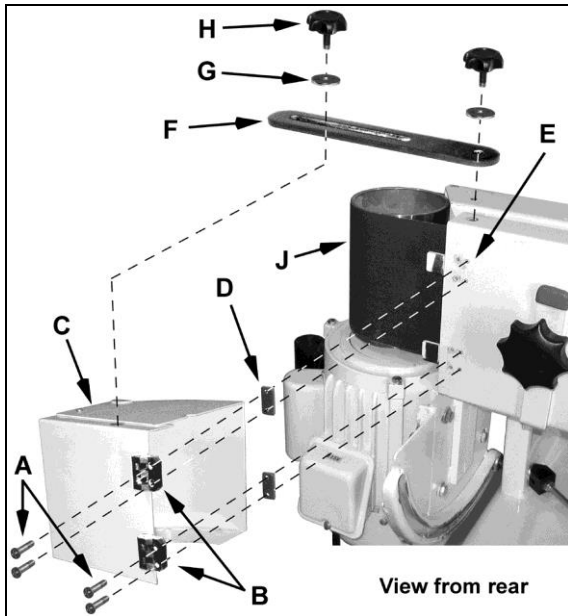

Fig 5
Monter le carter du rouleau (C, Fig 5) avec quatre vis M4x20 (A).